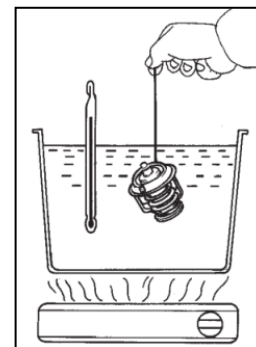

Рисунок IV-6
- 1) Погрузите термостат и термометр в воду и медленно нагрейте (Рисунок IV-6).